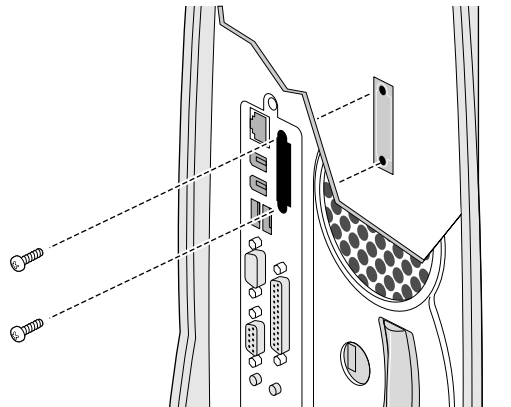

図 5-5 モニタオプションスロットのカバープレートの取り外し
4. システムの背面にあるモニタオプションスロットからカバープレートを取り外します（図 5-5）。